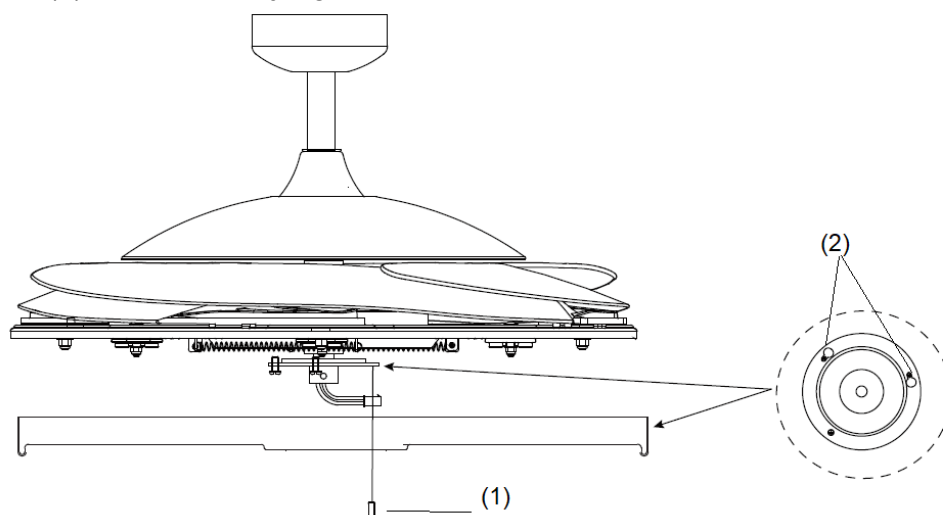

Fig. 7
INSTALACIÓN DEL KIT DE ILUMINACIÓN (Fig. 7 y 8)
1. Afloje el tornillo (1) del soporte del ventilador. Alinee los dos tornillos ranurados con las ranuras de la bocallave (2) de la placa del juego de luces. (Fig. 7)
2. Gire la placa del juego de luces en sentido antihorario hasta que los tornillos ranurados queden firmes en el extremo de las ranuras (2).
3. Fije el tornillo (1) a la placa del juego de luces. Apriete los tres tornillos. No los apriete en exceso.